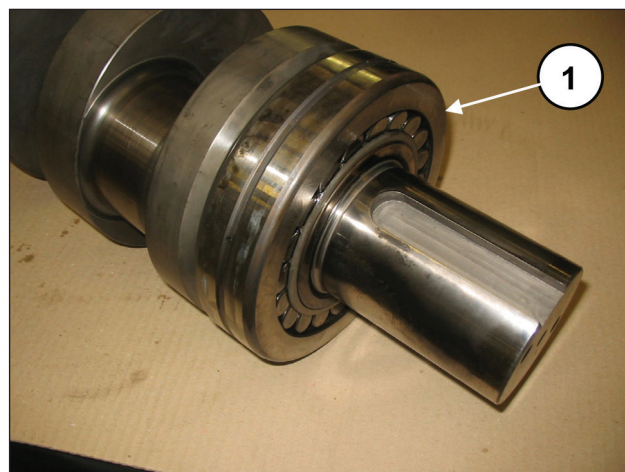
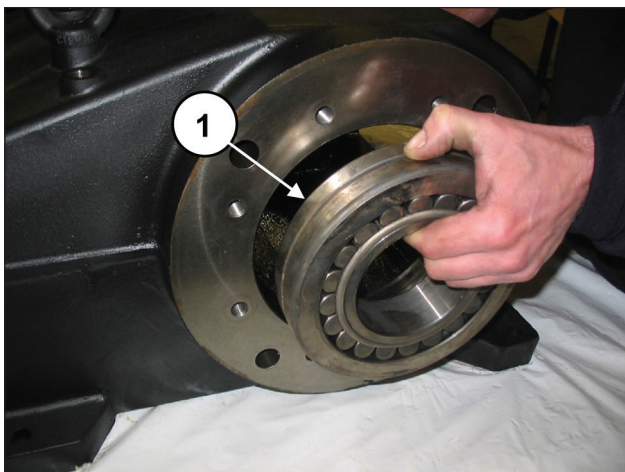

Рис. 42
Рис. 43
Установите подшипник со стороны ВОМ на вал до упора (поз. ①, Рис. 42) и монтируйте подшипник с противоположной стороны на картер (поз. ①, Рис. 43).
**Подшипник на Рис. 43 имеет внутреннее конусное кольцо. Убедитесь, что конусность направлена снаружи внутрь, чтобы затем можно было вставить втулку.**